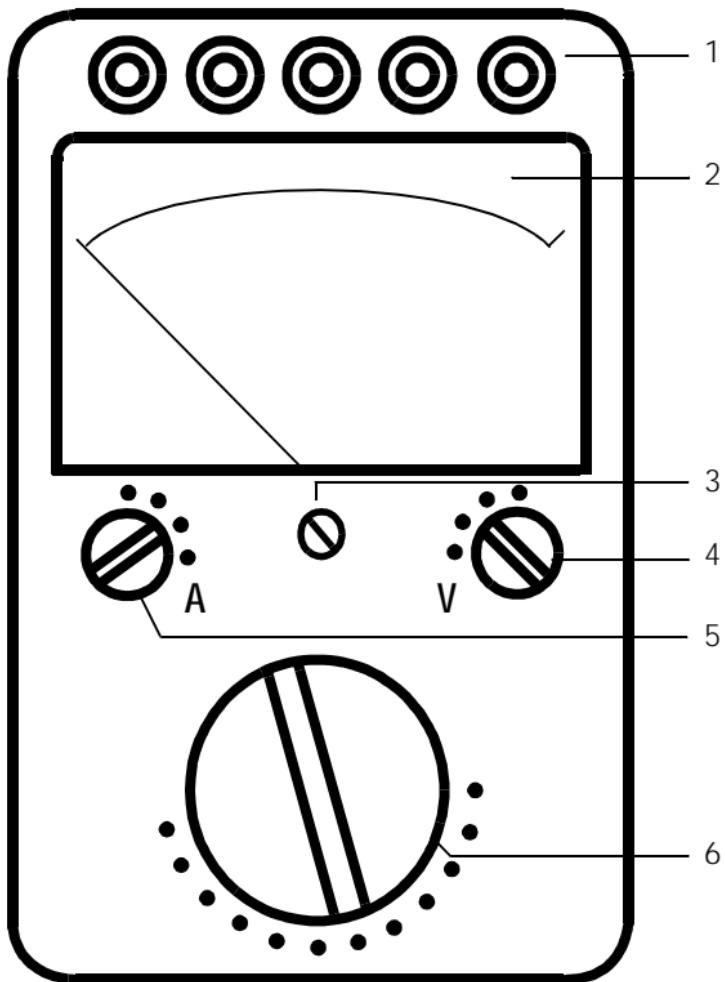

Bild 1
An der Stirnseite des Leistungsmeßgerätes befinden sich fünf Anschlußklemmen (1, Bild 1), zwei für den Stromanschluß mit den Bezeichnungen I* (1) und I (3) und drei für den Spannungsanschluß mit den Bezeichnungen L1 (2), L2 (5) und L3 (8). Sie sind gegen zufälliges Berühren geschützt.
Einem Spannungsbereichschalter (4, Bild 1), mit den vier Bereichen 50 V, 100 V, 250 V und 500 V.
Einem Strombereichschalter (5, Bild 1), der in vier Bereiche 0,25 A, 1 A, 5 A und 25 A schaltbar ist. Einem Meßartschalter (6, Bild 1), der 12 Stellungen aufweist.